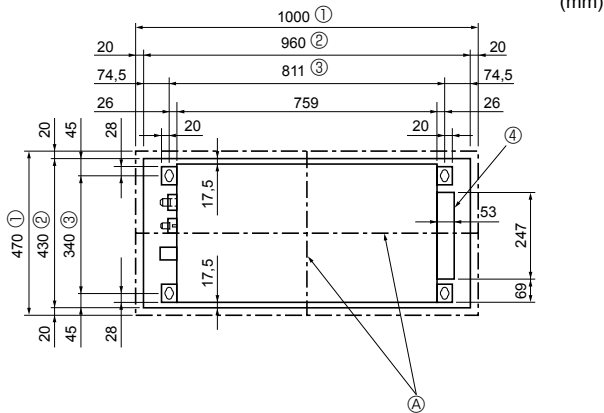

Abb. 2-3
2.3. Lage der Öffnungen in der Decke und der Befestigungsschrauben für die Aufhängung (Abb. 2-3)